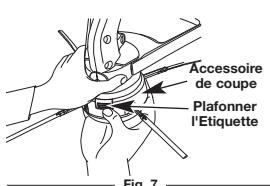

Fig. 7
1. Enlevez le couvercle de la tête de coupe en appuyant sur les languettes du couvercle et en tirant le couvercle vers le bas. (Fig. 7)